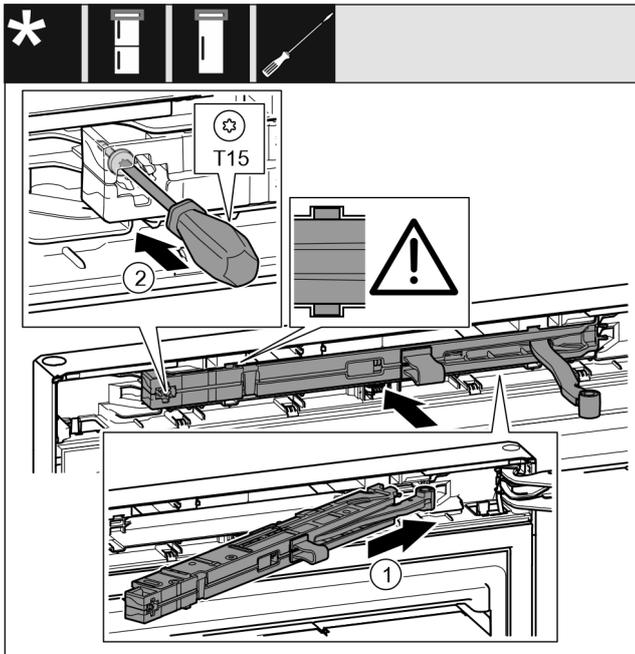

Fig. 29
- ▶ Schließdämpfereinheit Fig. 29 (1) auf der Lagerbockseite bis zum Anschlag schräg in die Aussparung einschieben.
- ▶ Schraube Fig. 29 (2) mit einem Schraubendreher festschrauben.